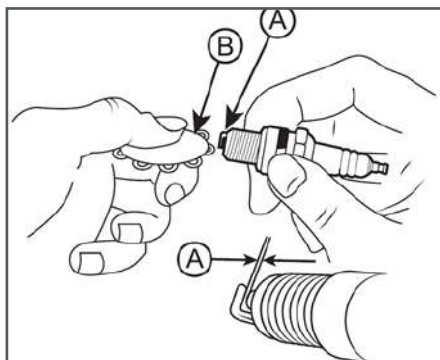

Рис. 21. Обслуживание свечи зажигания
4. Измерьте зазор А между электродами свечи зажигания специальным щупом В. Зазор должен быть $0,7-0,8$ мм (Рис. 21). При увеличении или уменьшении требуемого зазора, рекомендуется